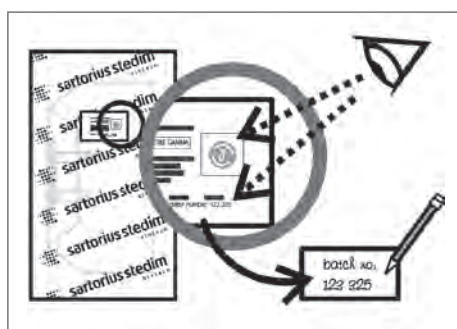

Fig. 44
2. Compruebe que el indicador de radiación de la etiqueta esté rojo. Registre el número de lote de la bolsa (tal y como se muestra en la etiqueta del producto) (ver Fig. 44).